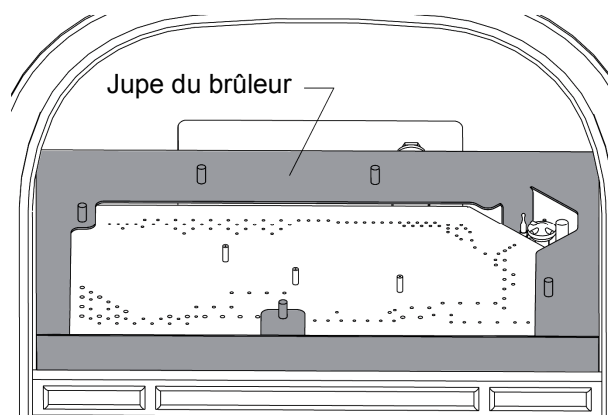

Figure 11. Soulevez et retirez la jupe du brûleur de l'intérieur de la chambre de combustion.
5. Soulevez la jupe du brûleur, montrée à la fig. 11.